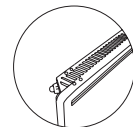

Рис. 7
- перевернуть прибор нижней частью вверх (рис. 7);